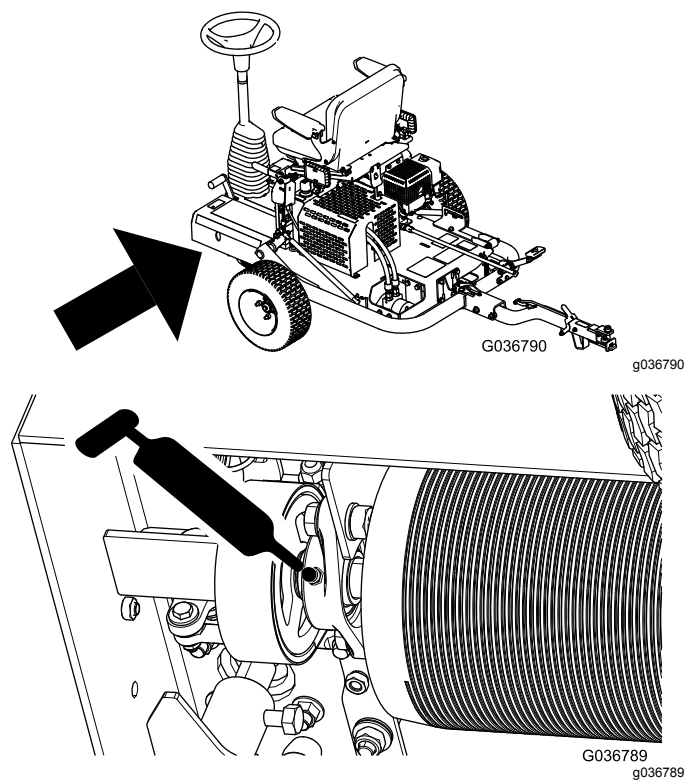

Рисунок 30
2. Закачайте консистентную смазку в масленку, как показано на Рисунок 30.